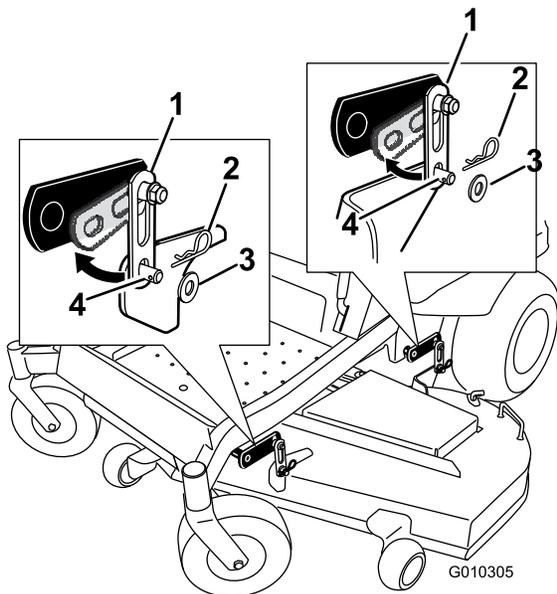

Figure 70
2. Enlevez les fixations des patte de fixation avant et arrière de chaque côté du tablier de coupe (Figure 70).
6. Soulevez l'arrière du tablier de coupe et fixez le support arrière du tablier aux pattes de fixation arrière. Fixez l'ensemble avec une rondelle et une goupille fendue (Figure 70).
7. Montez le support avant du tablier de coupe sur les pattes de fixation avant et fixez-les avec une rondelle et une goupille fendue (Figure 70).